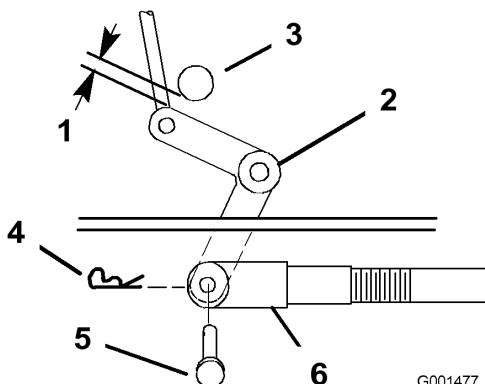
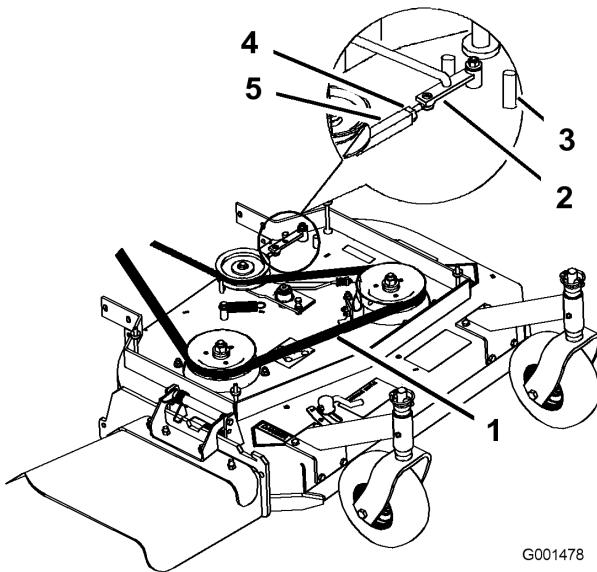

Figure 49
Figure 50
9. Vérifiez l'écartement entre l'axe coudé et l'arbre de sortie de transmission (Figure 49).
11. Tournez la chape dans le sens horaire sur la tige pour accroître l'écartement, et dans le sens anti-horaire pour le réduire (Figure 49).
Remarque: Si le bras d'assistance ne touche pas la butée avant du plateau de coupe (Figure 50), réglez la chape de sorte à rapprocher le levier coudé de l'arbre de sortie de transmission (Figure 49).
3. Desserrez le contre écrou sur le tendeur (Figure 50).
4. Tournez le tendeur vers l'arrière du plateau de coupe pour augmenter la tension sur la courroie. Tournez le tendeur vers l'avant du plateau de coupe pour réduire la tension sur la courroie (Figure 50).